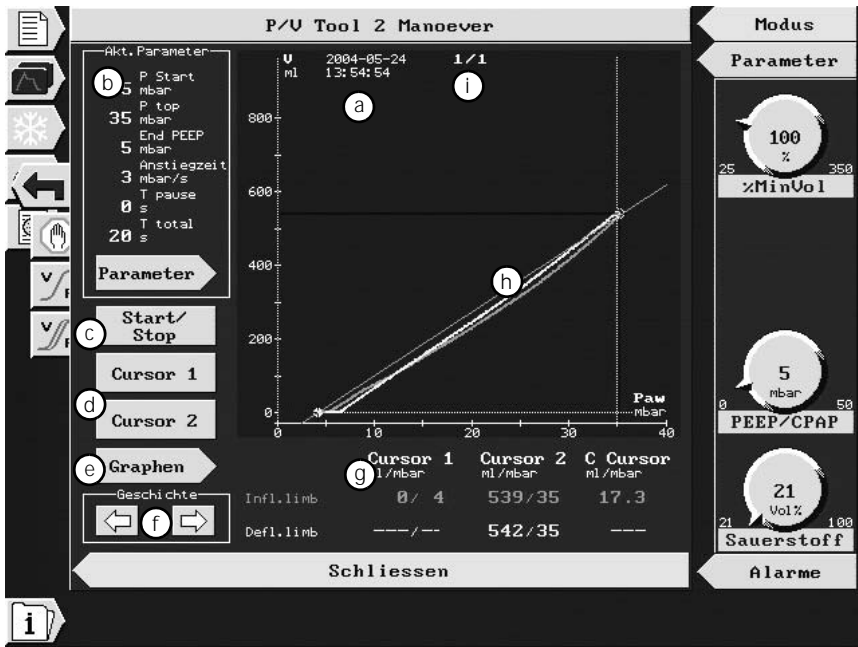

Abbildung 7-6. Fenster P/V Tool 2
- Wählen und aktivieren Sie zum Fortfahren **OK**. Das Fenster P/V Tool 2 öffnet sich (Abbildung 7-6).
Mit den Geschichte-Funktionen können Sie Änderungen am Patienten und die Wirksamkeit der Behandlung über die Zeit überwachen. Wählen und aktivieren Sie die Pfeile im Feld **Geschichte** (Abbildung 7-6), um eine Kurve zu einem davor durchgeführten Manöver aufzurufen. Die Anzahl der gespeicherten Kurven hängt vom verwendeten Speicher ab; es sind mindestens 5 Kurven.